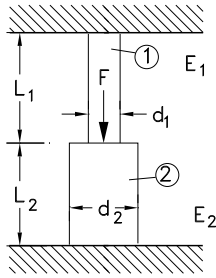

Figura 7: Questão 4.
**QUESTÃO 4 (Valor 2,0):** Determine as forças normais ( $N_1, N_2$ ) atuando em cada parte da coluna bi-engastada ilustrada na Figura 7 e sujeita a uma força  $F = 1kN$ . As seções transversais das barras são circulares com diâmetros  $d_1 = 50mm$  e  $d_2 = 125mm$ . Dados:  $L_1 = 300mm$ ;  $L_2 = 400mm$ ;  $E_1 = 1,5E_2$ .